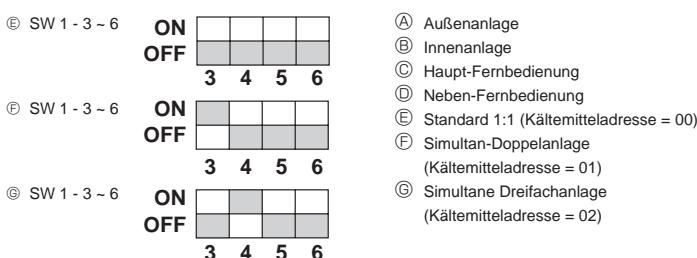

Fig. 10-1
- ① Schalten Sie die Anlage ein (Leistungsschalter).
- ② Stellen Sie nach dem Schließen des Gassperrventils den SWP-Schalter auf der Schalttafel der Außenanlage auf ON/EIN ein. Der Kompressor (Außenanlage) und die Ventilatoren (Innen- und Außenanlagen) beginnen zu arbeiten und der Kältemittelsammelvorgang setzt ein. LED1 und LED2 auf der Schalttafel der Außenanlage leuchten.
- ③ Da die Anlage sich automatisch etwa zwei bis drei Minuten nach dem Sammeln des Kältemittels ausschaltet (LED1 und LED2 leuchten), stellen Sie sicher, dass das Gassperrventil unverzüglich geschlossen wird. Wenn LED1 und LED2 leuchten und die Außenanlage ausgeschaltet ist, öffnen Sie das Flüssigkeitssperrventil vollständig, und wiederholen Sie dann nach Ablauf von drei Minuten Schritt ②.
- ④ Unterbrechen Sie die Stromversorgung (Leistungsschalter).
10. Kontrolle des Systems (Fig. 10-1)